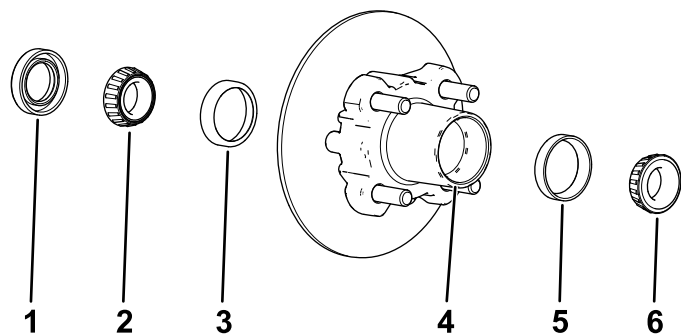

図 32
1. ハブから外側のベアリングとベアリングレースを取る 図 32。
2. ハブから、シール、内側のベアリングを外す 図 32。
5. ハブについているグリス、ごみなどをきれいに除去 図 32。
7. キャビティの50-80 %程度にグリスを詰める 図 32。
8. ハブの内側に内側ベアリングを取り付け、シールをはめる 図 32。